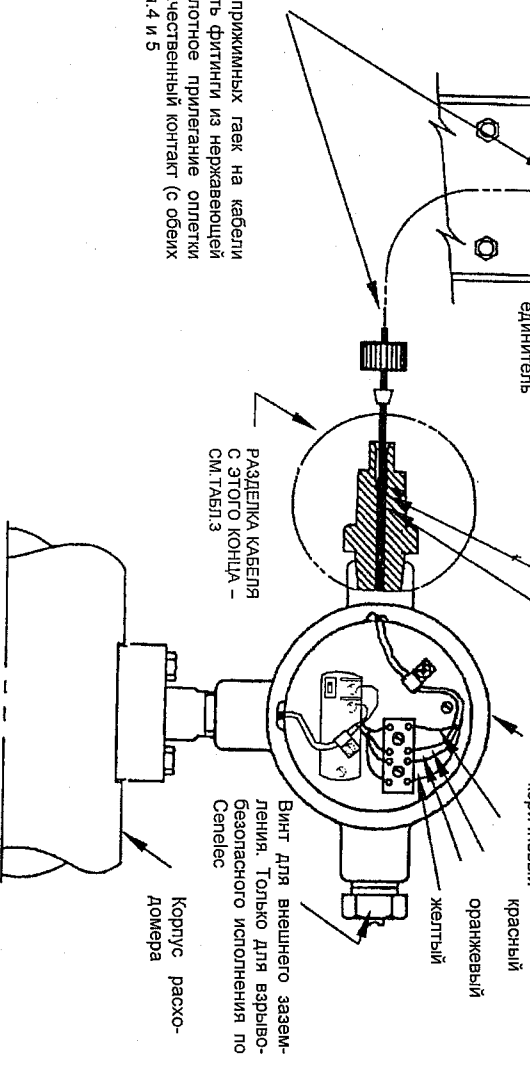

Рис. 9. Общий вид расходомера с удаленным электронным блоком
- ◆ Расходомер с распределительной коробкой. Распределительная коробка включает в себя блок предварительного усилителя. См. рис. 9.
4. Отсоедините 4 сигнальных провода на 4-позиционной клеммной колодке, расположенной в тыльной части электронного блока. См. рис. 9.
6. Внутри корпуса электронного блока подсоедините 4 сигнальных кабеля к 4-позиционной клеммной колодке с цветовой кодировкой, расположенной на задней поверхности электронного блока. См. рис. 9 на стр. 24.
- В тех случаях, когда не используется включенный в комплект поставки предварительно заделанный выносной сигнальный кабель, оба конца используемого кабеля должны быть подготовлены в соответствии с указаниями, приведенными в Таблицах 2 и 3 данного документа. Подсоединение кабеля выполняется с обеих сторон в соответствии с указаниями, приведенными в Таблицах 4 и 5 на стр. 25 и 26. Подсоедините провода к клеммам распределительной коробки как показано на рис. 9 на стр. 24. На стороне корпуса электронного блока провода должны быть подсоединены к 4-позиционной клеммной колодке в задней части электронного блока как показано на рис. 9.
1. На стороне распределительной коробки в случае конфигурации расходамера с вынесенным электронным блоком электромонтаж выполнен предварительно. В случае необходимости вы можете добавить огнестойкое кабельное уплотнение или фитинг типа E-U и кабельную муфту непосредственно к специальному переходнику «Фоксборо» или через трехсекционный соединитель типа CSA/UL. По этой причине заглушка второго кабелепровода снабжена заземляющим винтом (см. рис. 9).
8. Внутри корпуса удаленного электронного блока подсоедините 4 провода кабеля к 4-позиционной клеммной колодке, расположенной с тыльной стороны электронного блока, с соблюдением цветовой маркировки. См. рис. 9 на стр. 24.